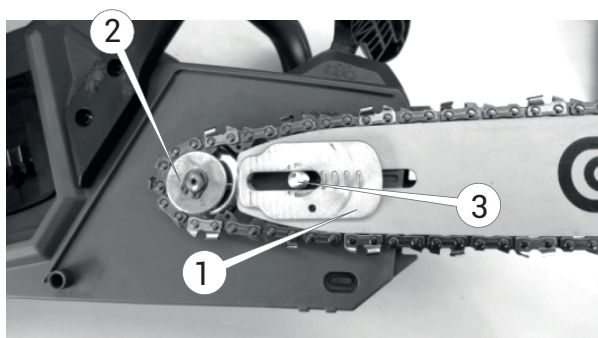
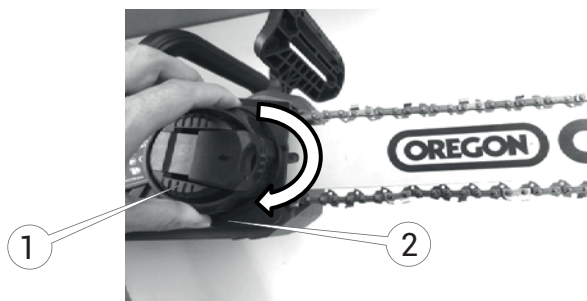

Рисунок 5. Схема встановлення напрямної з ланцюгом на напрямку шпильку і ведучу зірочку.
Рисунок 6. Схема регулювання натягнення.
- перевірити, що на «шину» встановлена зубчаста муфта (1, рис. 5) механізму натяжіння або встановити її та зафіксувати нарізним гвинтом;
- встановити «шину» з ланцюгом на напрямну шпильку (3, рис. 5) пили
- накласти ланцюг на ведучу (2, рис. 5) зірочку і вставити в паз «шини» напрямні хвостовики ланок ланцюга. Проведення цієї операції почати із верхньої частини ланцюга. Посунути «шину» трохи вперед, щоб ланцюг трішки натягнувся;
– відрегулювати натягнення ланцюга, обертаючи безключовою гайкою (2, рис. 6) зубчасту муфту (1, рис. 5) механізму безключового регулювання натягнення ланцюга. Натягнення ланцюга виконати до тих пір, доки ланцюг щільно не приляже до нижньої частини напрямної. У вірно натягнутого ланцюга, звичайним зусиллям руки, неможливо вивести різальні ланки за межі напрямної.
– надійно зафіксувати важелем (1, рис. 6) безключову гайку(2,рис. 6) механізму регулювання натягнення ланцюга у затягнутому положенні.
– послабити на півоберта важіль (1, рис. 6) безключової гайки (2, рис. 6) механізму регулювання натягнення ланцюга;
– повернути безключову гайку (2, рис. 6) механізму безключового регулювання натягнення ланцюга у відповідному напрямку у напрямку руху годинникової стрілки для збільшення натягнення і у напрямку протилежному руху годинникової стрілки для послаблення натягнення до досягнення бажаного результату натягнення ланцюга;
– міцно затягнути важіль (1, рис. 6) безключової гайки (2, рис. 6) механізму регулювання натягнення ланцюга;